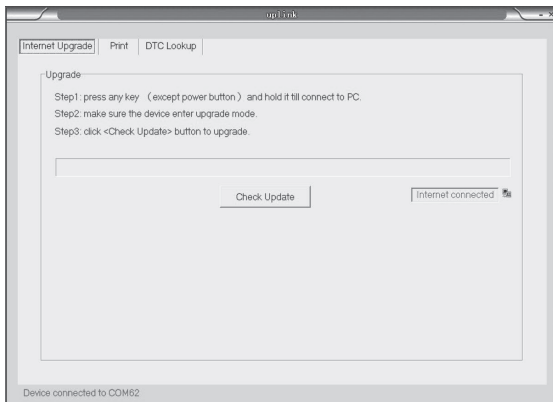

Figure 6.1
- 2) Exécutez uplink.exe sur votre ordinateur (Mac OS n'est pas compatible); (Figure 6.1)